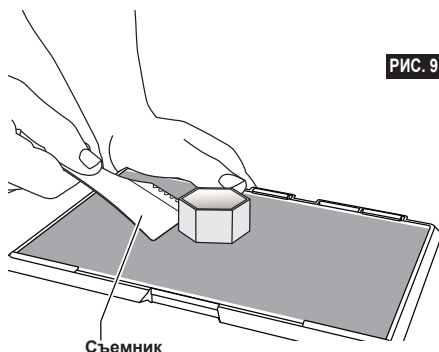

РИС. 9
был направлен в сторону от вас или других людей. Нажмите на ее заднюю часть большими пальцами, в то же время удерживая остальными пальцами ручки пластины (см. Рис. 9). Предмет отделится от пластины и либо упадет, либо его можно будет легко снять рукой.
4. Если предмет является тонким или маленьким, изгибания технологической пластины может быть недостаточно для его высвобождения. В таких случаях для снятия предмета с технологической пластины используйте специальный инструмент (см. Рис. 9).